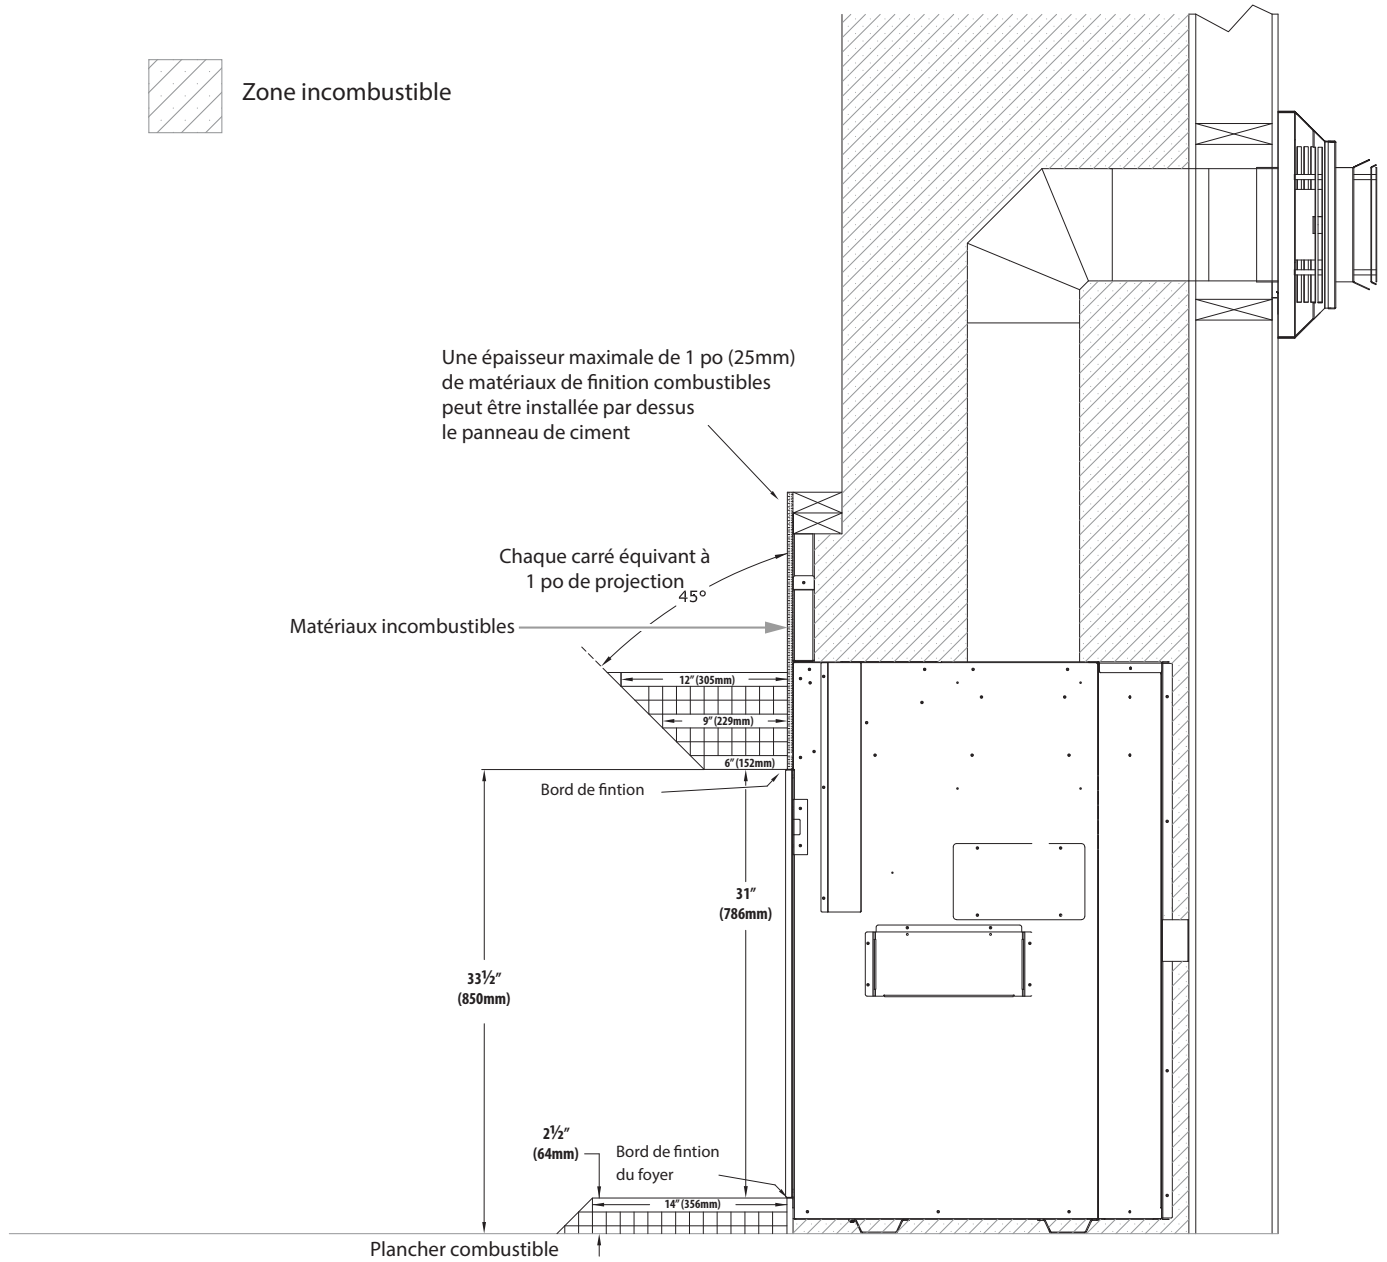

Figure 4.7, Dégagement de Cavité ventilée et le kit de Komfort Zone
- Profondeur du manteau incombustible - Voir la Figure 4.7 à la page 37 pour les dégagements.
- Extension d'âtre en matériau combustible: Tel qu'indiqué à la Figure 4.7, le bas du bord de finition peut arriver à égalité avec le dessus de l'extension d'âtre.